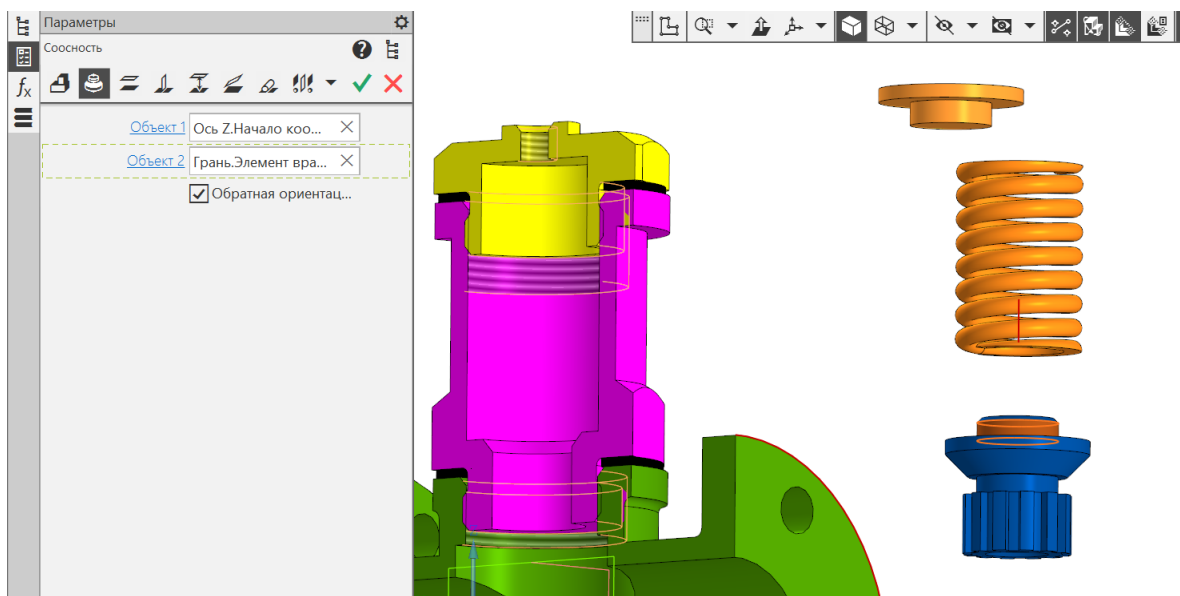

Рис. 25 Сопряжение «Соосность» Пружины и Клапана
- **Сборка – Размещение компонентов – Сопряжения – Соосность** (рис. 25): Объект 1 (Пружина) – Ось Z. Начало координат. Объект 2 (Клапан) – Грань. Элемент вращения: 1.